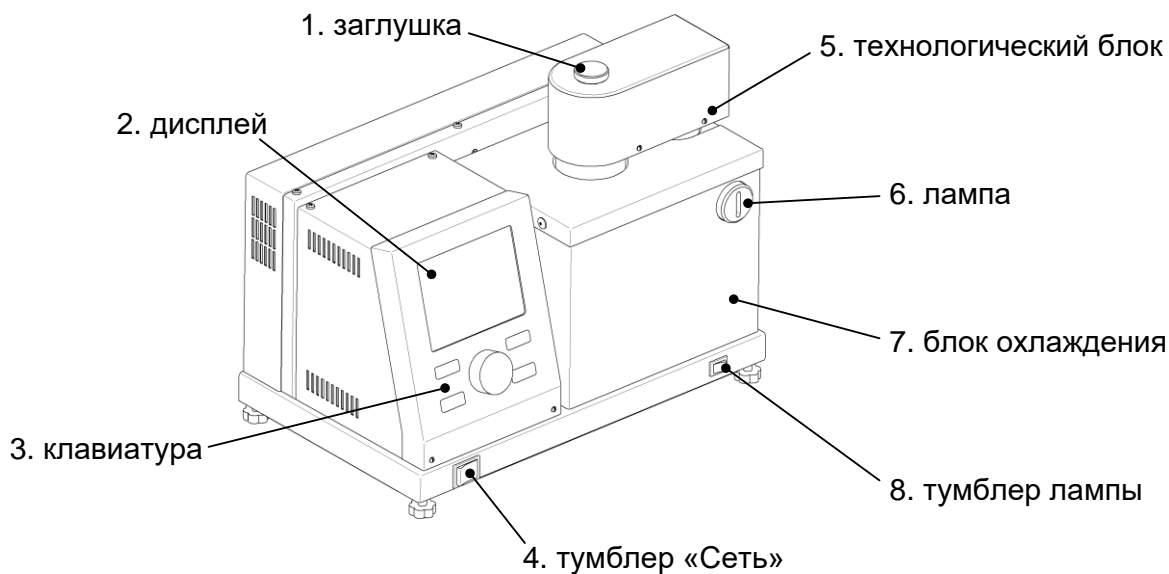
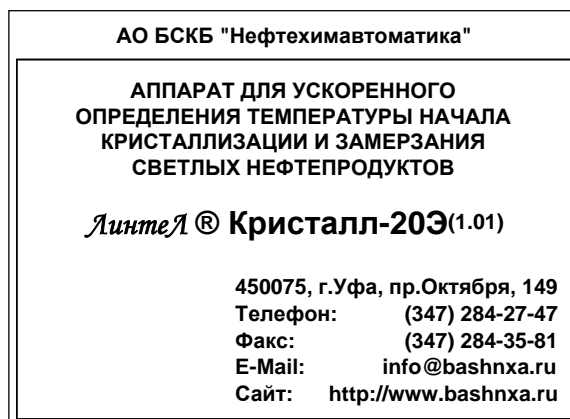

Рисунок 1 – Общий вид аппарата
Рисунок 3 – Окно загрузки
3.3.1 Включить аппарат тумблером «Сеть» (рисунок 1 на странице 4, позиция 4) – на дисплее отобразится окно загрузки (рисунок 3, страница 6).
- 7) Режим работы аппарата – непрерывный. После окончания работы аппарат выключается тумблером «Сеть» на переднем торце аппарата (рисунок 1 на странице 4, позиция 4).